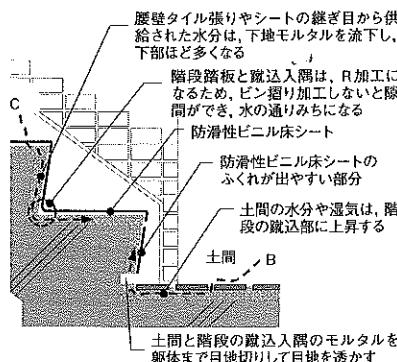

図2 土間およびシート端部からの浸入ルート
②階段最下部の土間面の下地に浸透した水分が蹴込部のモルタル塗りと連続している場合は、雨水の滞留や水蒸気の内部上昇があり、蹴込部を中心にふくれをもたらす(図2のBルート)。この場合は、階段最下部と土間の入隅で躯体まで目地を切り、目地を透かしておく。
③シート端部のシールが甘いか、図2蹴込入隅(円内)のR加工部の隙間から水分の供給があると段部などにふくれができやすい(図2のCルート)。この場合は端部のシーリングが命であり、蹴込入隅は、隙間をつくらないようビン摺り下地をつくってからシートを張る必要がある。